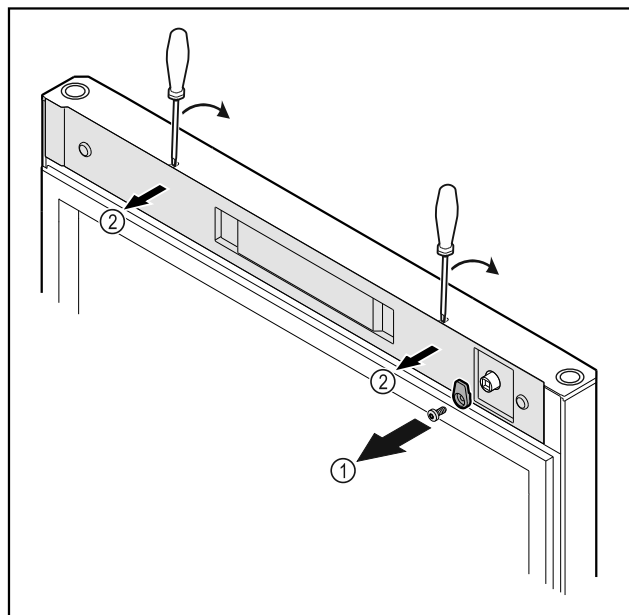

Fig. 19
- Skru låsekrogen Fig. 19 (1) af.
- Klik afdækningen Fig. 19 (2) ud med en lille skruetrækker, og tag den af.